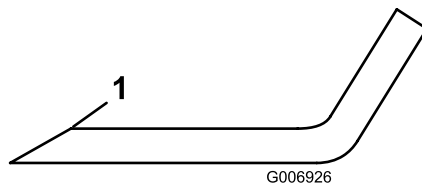

Figura 70
3. Inspeccione los filos de corte de todas las cuchillas. Afilelos si están romos o tienen mellas. Afile únicamente la parte superior del filo y mantenga el ángulo de corte original para asegurar un filo correcto (Figura 70). La cuchilla permanecerá equilibrada si se retira la misma cantidad de metal de ambos bordes de corte.